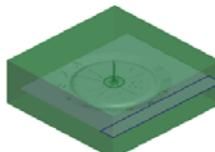

图 23.26 延伸 3
Step6. 创建图 23.26 所示的延伸 3。选取图 23.27 所示的边线 1，再按住 Shift 键选取边线 2；单击 **分型面** 功能选项卡 **编辑** ▾ 区域的 **延伸** 按钮；在操控板中按下 **延伸** 按钮；在系统的提示下，选取图 23.27 所示的表面为延伸的终止面；在 **延伸** 操控板中单击 **完成** 按钮。